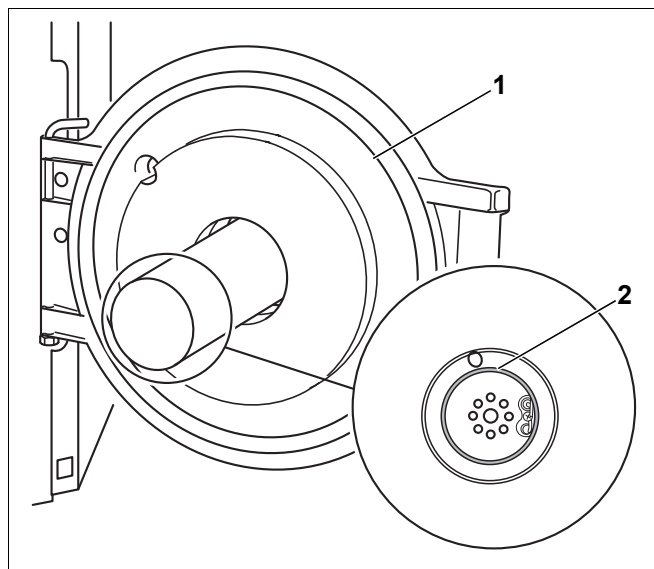

Рис. 35 Проверка правильной установки уплотнения
- При открытой дверце горелки (Рис. 35, поз. 1) проверить правильную установку уплотнения (Рис. 35, поз. 2).
- Закрывать дверцу горелки (Рис. 35, поз. 1, стр. 37) и затянуть крепежные болты.